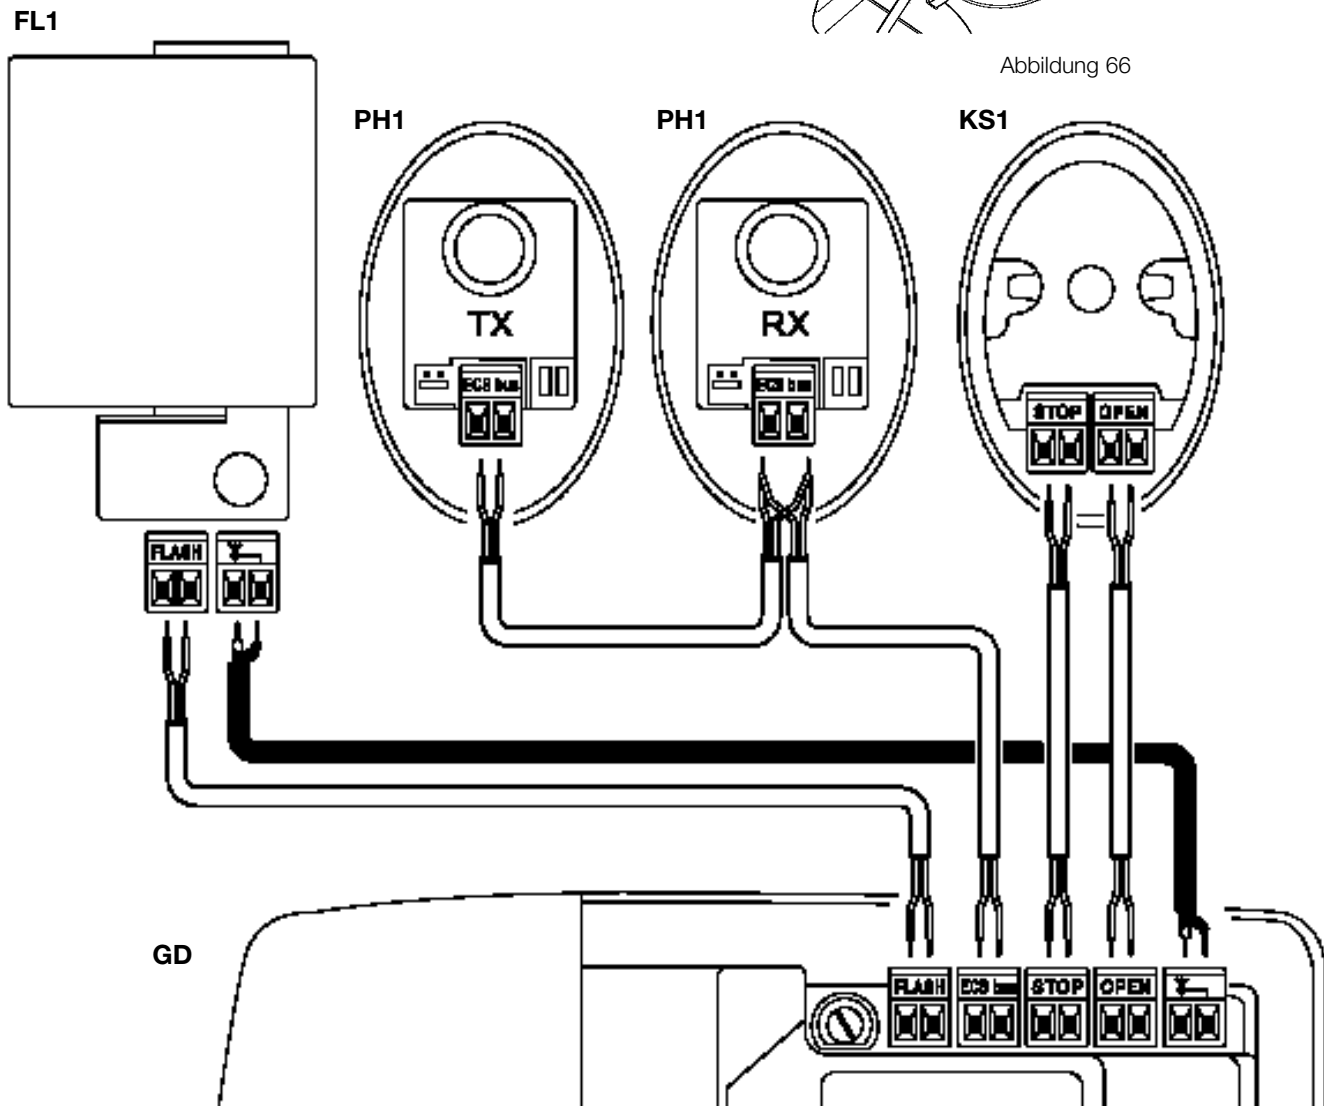

Abbildung 65
3 Abbildung 65 als Bezugnahme zur Durchführung des elektrischen Anschlusses der verschiedenen Vorrichtungen in Niedrigstspannung an den Klemmen der Steuerung verwenden.
- bei fast allen Anschlüssen ist die Beachtung einer Polung nicht notwendig; nur für das Abschirmkabel der in der Blinkleuchte FL1 (Sonderzubehör) eingebauten Antenne müssen Seele des Drahts und Abschirmung gemäß Abbildung 65 angeschlossen werden.
**1** Die technischen Unterlagen der Automatisierung zusammenstellen, mit mindestens: Gesamtzeichnung (z.B. Abbildung 1), Schaltplan (z.B. Abbildung 65), Risikoanalyse und jeweilige angewendete Lösungen, Konformitätserklärung des Herstellers für alle benutzten Vorrichtungen. Für GD die Anlage 1 "CE-Konformitätserklärung der Bestandteile von GD" verwenden.